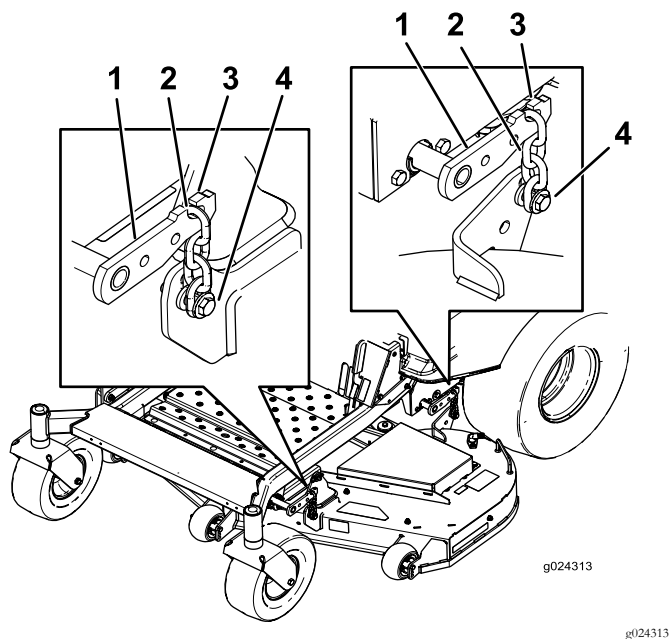

Figura 72
- Desaperte os parafusos de ajuste nos 4 cantos de forma que a plataforma assente de forma segura nos quatro calços (Figura 72).
- Certifique-se de que existe tensão nas 4 correias (Figura 72).
- Aperte os 4 parafusos de ajuste (Figura 72).